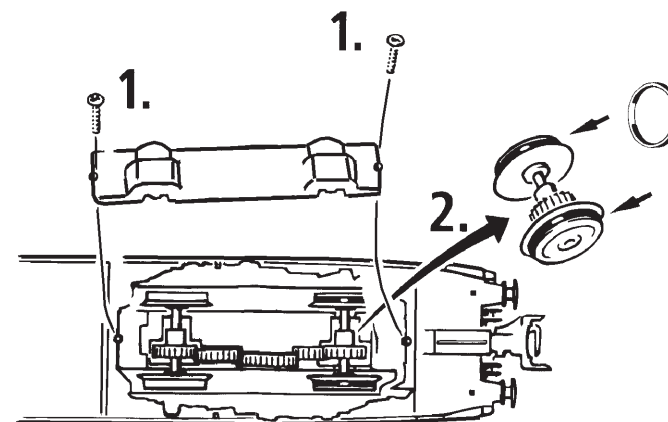

Fig. 9
2. Schmierung: Versehen Sie die im Schmierplan in Fig. 9 gekennzeichneten Stellen mit nur **kleinen Öltropfen**. Dazu zuerst das Lokgehäuse abnehmen (Fig. 4). Wir empfehlen den **ROCO Öler Art.-Nr. 10906**. Fürs Schmieren der Getriebeteile (Zahnräder, Schnecke) empfehlen wir das **ROCO-Spezialfett Art.-Nr. 10905**. Im Falle der Schmierung diese Teile **nicht ölen**.
2. Lubrication: Apply **tiny oil drops** to spots marked in fig. 9. Prior to lubrication dismantle locomotive (fig. 4). We recommend using item no. **10906, Roco oiler**. For lubrication the gearparts (e.g. cogwheels, worm) we should recommend our Roco **special grease** (item no. **10905**).
2. Graissage: N'appliquez **qu'une tout petite goutte** aux endroits indiqués par le plan de graissage (fig. 9) après avoir démonté la caisse de la locomotive (fig. 4). Nous vous recommandons **le graisseur à huile Roco réf. 10906**. Pour graisser les engrenages (roues dentées, vis sans fin) nous vous conseillons la **graisse spéciale Roco réf. 10905** pour engrenages en matières synthétiques. Lorsque vous utilisez cette graisse il faut éviter d'huiler ces composants.